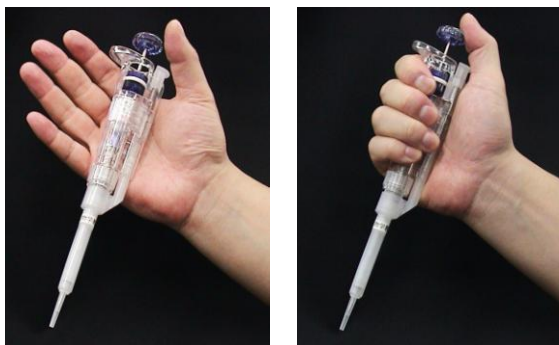

図3. マイクロピペッターの持ち方
- ③マイクロピペッターは、図3のように片手でしっかり握りこむように持ち、親指でプッシュロッドを操作する。^{注3}